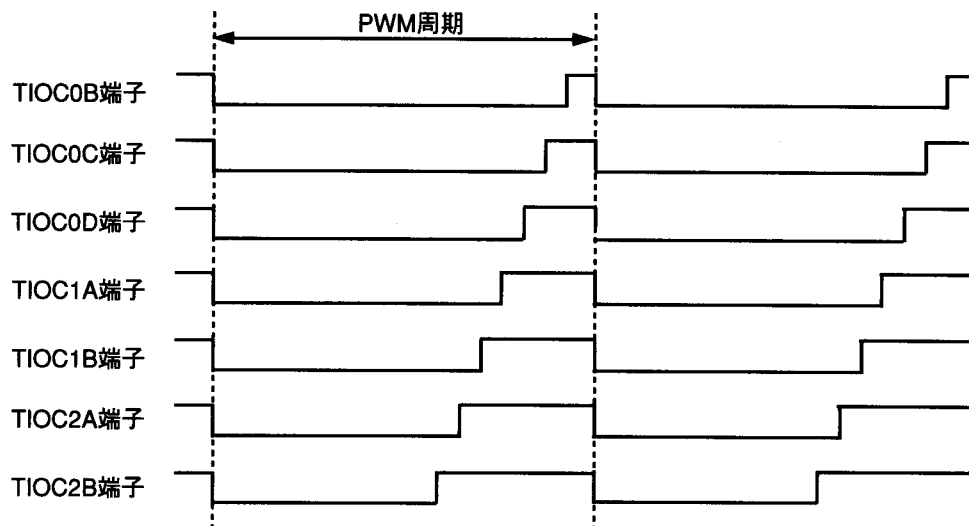

図2.4.1 PWM出力例
- (1) 図2.4.1に示すようにパルスのHigh幅を変化させ、デューティ変化できる7相のPWM出力をします。
(2) 28.7MHzで動作時、出力するPWM周期は69.6nSから2.28mSの間任意に設定できます。